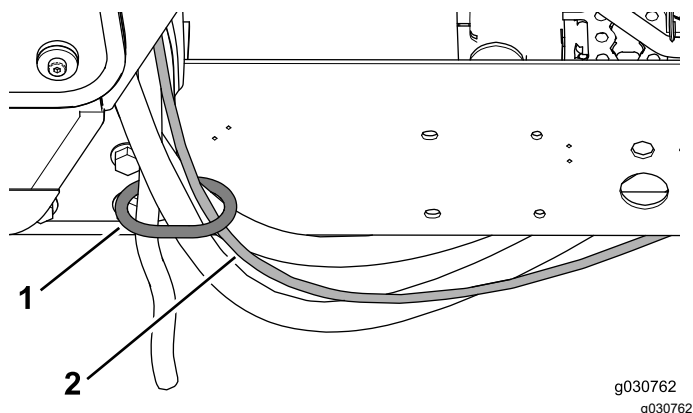

Рисунок 47
- Проложите шланг омывателя, продев его через кольцо для шлангов на заднем креплении кабины (Рисунок 47).